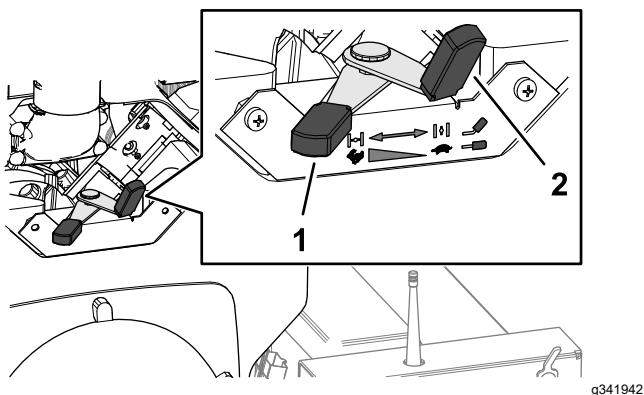

Figura 17
2. Antes de arrancar un motor frío, coloque la palanca del estárter (Figura 17) en la posición de ACTIVADO.